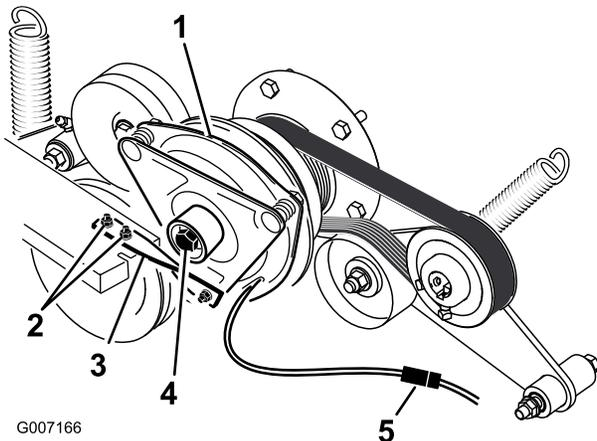

Figura 58
- Desenchufe el conector eléctrico del embrague (Figura 58).
- Retire los dos pernos que sujetan la correa de goma del embrague al bastidor del cortacésped (Figura 58).
- Retire el perno central que sujeta el embrague al eje del motor, y retire el embrague y la chaveta (Figura 58).
- Sujetando el cigüeñal en la parte trasera de la máquina, instale el perno central y apriételo a 68 Nm (50 pies-libra) (Figura 58).
- Instale la correa de goma del embrague al bastidor del cortacésped con los dos pernos y tuercas que se retiraron anteriormente (Figura 58).
- Enchufe el conector eléctrico del embrague (Figura 58).